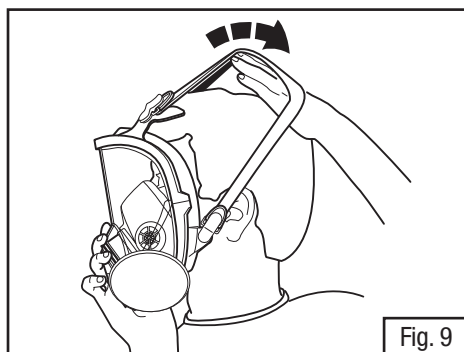

Fig. 9
1. Afloje las cuatro bandas para la cabeza. Con una mano jale el cabello hacia atrás, fuera del área del sello de la pieza facial. Coloque la barbilla en la copa para barbilla del respirador. Con la pieza facial en su lugar, jale el arnés para la cabeza hacia la parte posterior de la cabeza (Fig. 9).